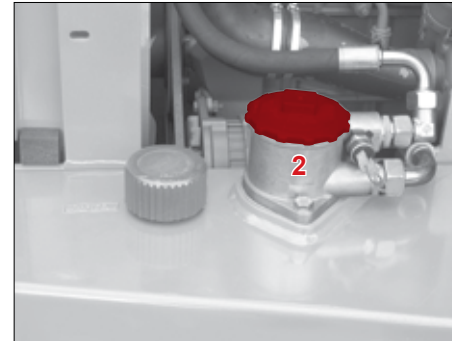

Fig. 102
Le système hydraulique est équipé d'un filtre de retour pos. 2 (Fig. 102). Ce dernier est raccordé à un témoin de contrôle. Une vanne de dérivation protège le filtre de retour contre une éventuelle surpression.